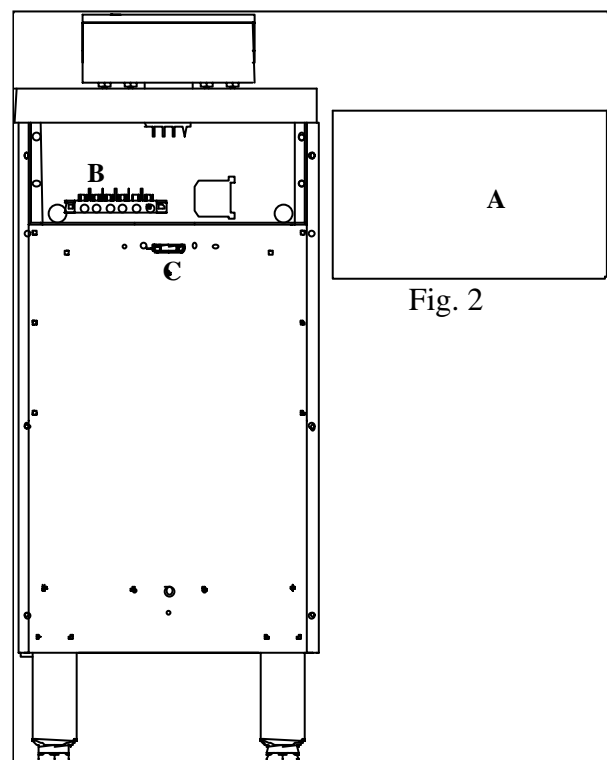

Fig. 2
**(FR)** - Déposer le capot arrière **A** (fig.2).
- Procéder au raccordement en utilisant un câble souple normalisé, au bornier **B** (fig. 2 & 3).
**(GB)** -Remove rear cover **A** (fig. 2).
- Use a standard flexible cable to connect to terminal block **B** (fig. 2 & 3).
- Verwijder het achterpaneel **A** (fig.2)
- Aansluiten met genormaliseerd snoer op klemblok **B** (fig. 2 & 3).